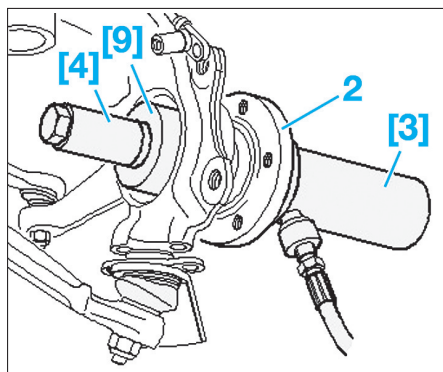

Fig. 31
- le moyeu de roue (2) et le cylindre à piston creux [3] avec le pivot tirant sur le roulement de roue (Fig.31).